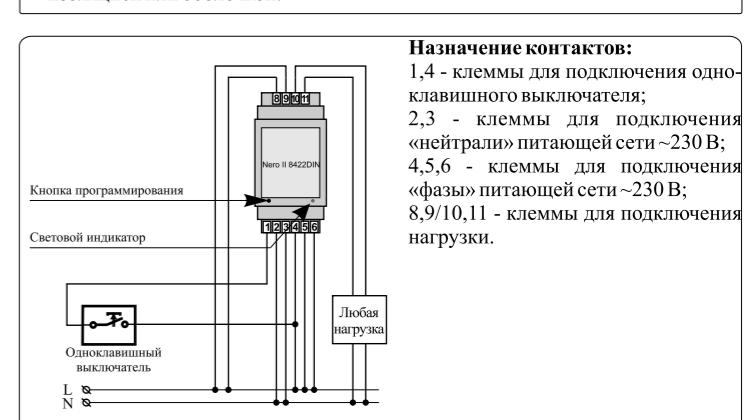
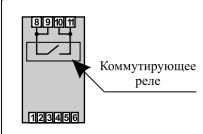

Рисунок 1. Типовая схема подключения Nero II 8422DIN и назначение контактов
Рисунок 2. Схема включения коммутирующего реле.
Коммутирующее реле включено между контактами 8,9 и 10,11 (см. рисунок 2). Для возможности включения/выключения нагрузки необходимо подать «фазу» на контакты 8,9 (см. рисунок 1), а нагрузку включить между контактами 10,11 и «нейтралью».
- «нейтраль» питающей сети подключается к контактам 2,3 (см. рисунок 1);